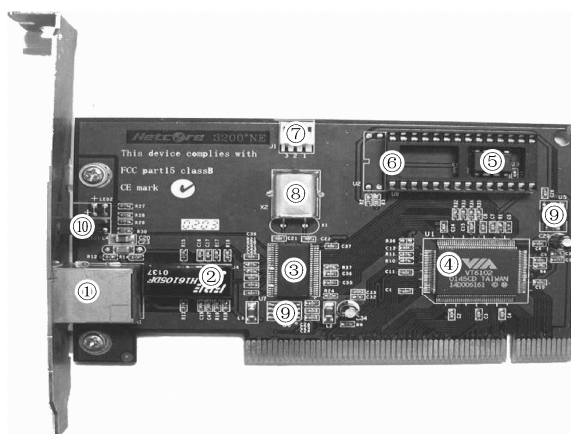

图 8-16 网卡的组成
网卡的组成如图 8-16 所示, 标号对应如下: ①RJ-45 接口, ②Transformer (数据泵), ③PHY 芯片, ④MAC 芯片, ⑤EEPROM 芯片, ⑥BOOTROM 插槽, ⑦WOL 接头, ⑧晶振 (Crystal), ⑨电压转换芯片, ⑩LED 指示灯。
制作网线需要的工具就是压线钳，需要的材料是水晶头（RJ-45 接头）和双绞线，如图 8-16 所示。